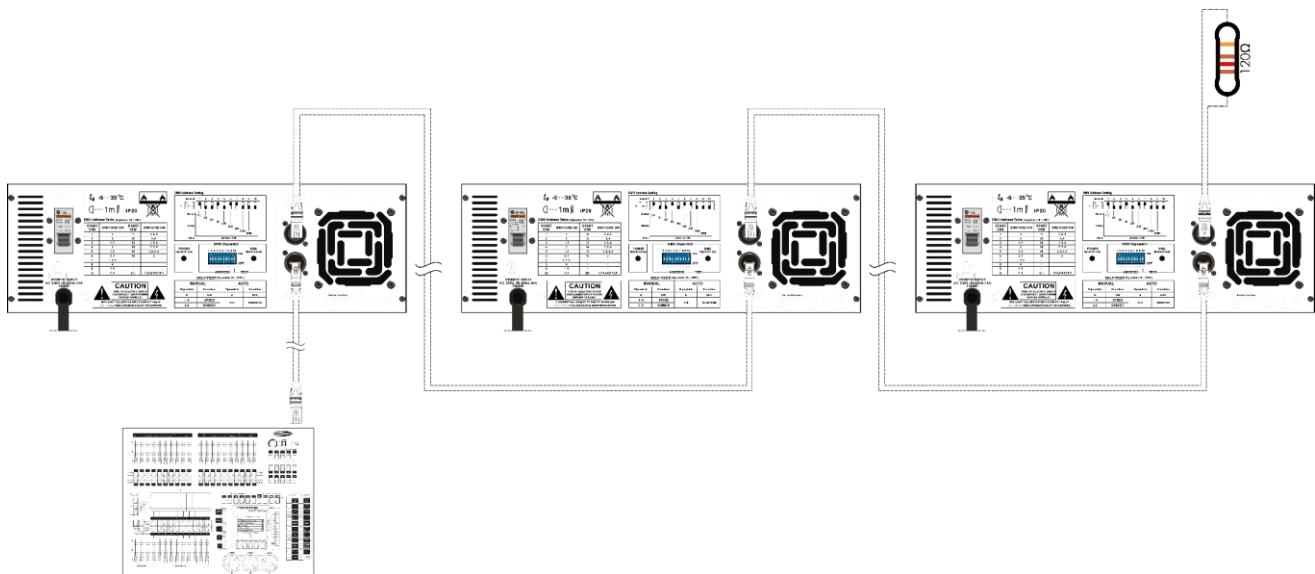

Fig. 08
- 04) Collegare le unità come indicato nella Fig. 08. Collegare la presa DMX "out" della prima unità alla presa DMX "in" della seconda unità, servendosi di un cavo di segnale DMX. Ripetere questo processo fino a collegare la seconda e la terza unità.